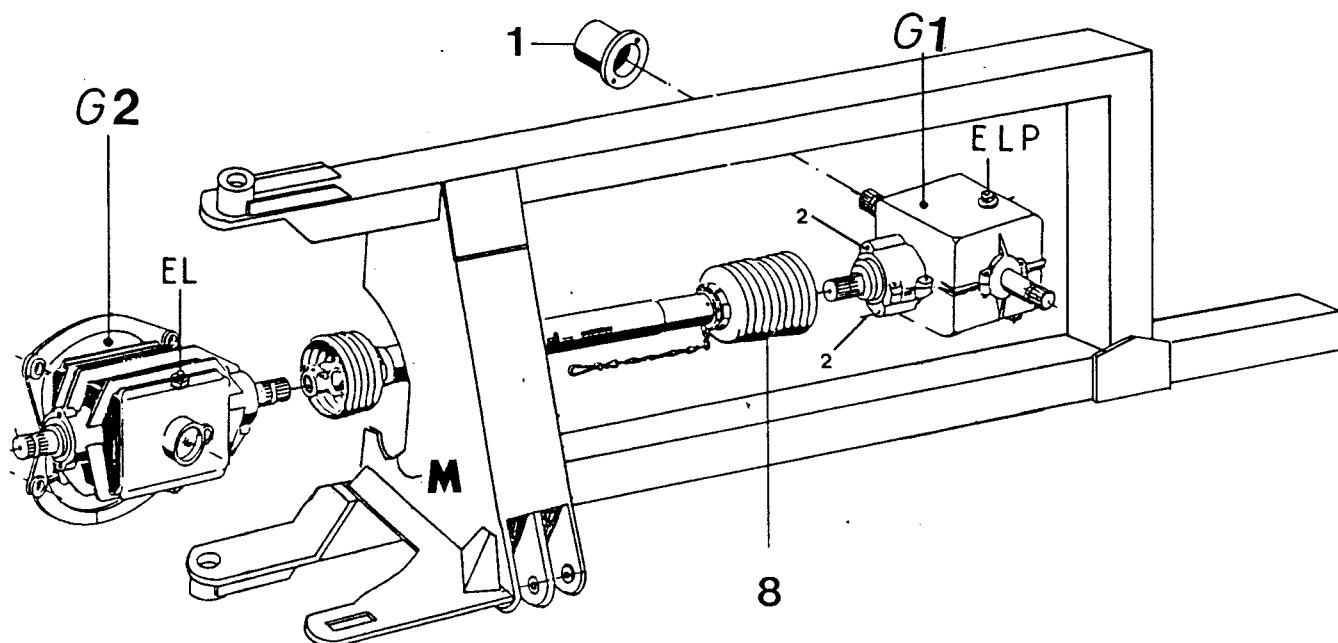

fig. 21
Remarque: Lors du passage de la position déportée à celle arrière (pour le transport), l'arbre à cardan 8 peut être placé sur son support M, fig. 21.
- * Déposer le capuchon protecteur arrière 1, fig. 21.